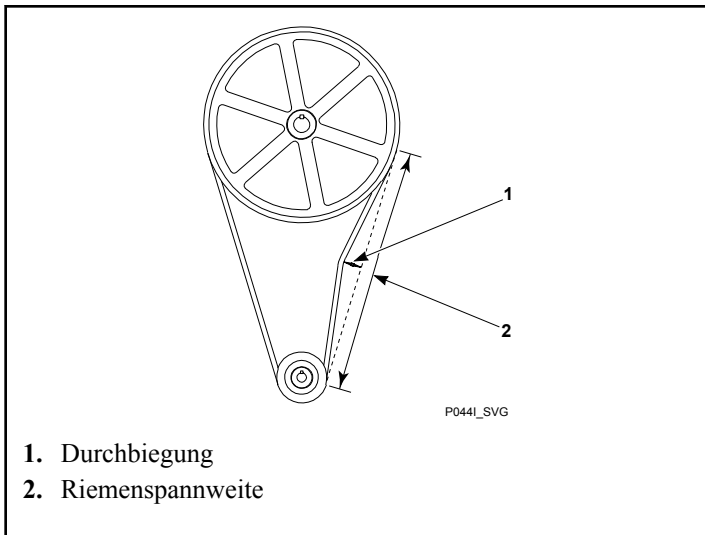

Abbildung 43
- **Durchbiegung.** Siehe *Abbildung 43*. Die Befestigungsschrauben des Motors lösen und den Motor an der Motorplatte entlang schieben, um die Riemenspannweite zu ändern. Die Messungen der Riemenspannung sollten so nahe wie möglich am Mittelpunkt der Riemenspannweite vorgenommen werden. Für jedes Zoll der Riemenspannweite muss sich der Riemen